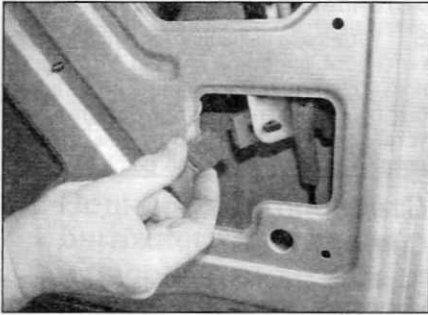

Рис. 14.11. Рассоедините электрический разъем электродвигателя замка двери
- 11 Рассоедините электрический разъем электродвигателя замка двери (рис. 14.11).